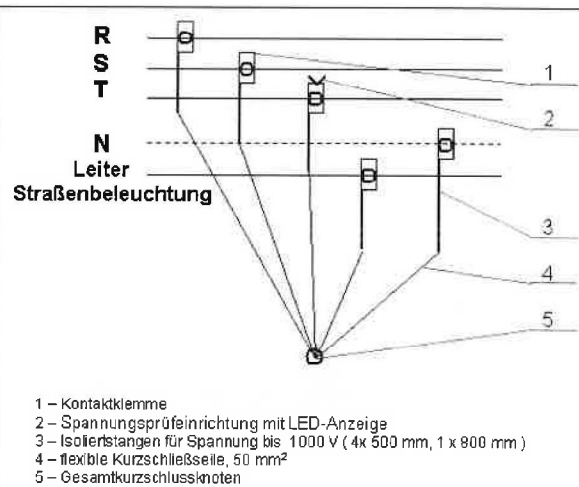

Abb. 3. Bauform der tragbaren Erdung für Freileitungen bis 1000 V.
– Die KurzschlieÙvorrichtung besteht aus 5 Leiteranschlussklemmen (1 – sieh. Abb. 3), aus 5 Isolierstangen (3) für Spannung bis 1000V, die daran starr angeschlossenen sind, und aus fünf damit verbundenen flexiblen Seilen (4) mit Querschnitt von 35 mm² (Cu) und Länge von 600 mm, die an einem gemeinsamen Punkt kurzgeschlossen sind (5). Die Isolierstangen müssen signalgelbe Farbe haben und die folgenden Längen aufweisen: 4 Stangen müssen 500mm lang sein und eine Isolierstange muss eine Länge von 800 mm aufweisen. Die Isolierstangen sollen aus Polyesterrohren sein, armiert mit Glasfasern, mit Durchmesser 20 mm, mit innerer elektrischer Leitung mit Querschnitt 35 mm² (Cu), als Verbindungselement zwischen den Kontaktklemmen und den flexiblen Seilen für Kurzschließen. Die Isolierstangen müssen mit isolierten Handgriffen, mit Schutzring und Rippung gegen Verrutschen sowie mit Schutzvorrichtung gegen Biegung an den Verbindungsstellen mit den flexiblen Seilen ausgerüstet sein. Jede Erdung ist mit einer zuverlässigen Kennzeichnung im Bereich des gemeinsamen Kurzschlusspunktes der flexiblen Seile zu versehen, worauf der Herstellername und das Herstellungsdatum deutlich sichtbar sind. Die Leiteranschlussklemmen müssen auf eine maximale Kurzschlussstromstärke von 23 kA ausgelegt sein und ein zuverlässiges Anklemmen an Leiterseilen (Cu, Al) mit Querschnitt von höchstens 120 mm² über ein gezähntes Kontaktelement ermöglichen. Die Klemme hat das Durchbrechen der äußeren Oxidschicht des Leiters zu ermöglichen, ohne ihn zu beschädigen. Auf den Seilen für mechanischen Schutz muss es einen durchsichtigen Mantel mit durchsichtiger Schutzvorrichtung gegen Biegung an den Verbindungsstellen geben.
– Die KurzschlieÙvorrichtung besteht aus 2 Leiteranschlussklemmen (1 – s. Abb. 3) mit 2 fest daran angeschlossenen Isolierstangen (2) für Spannung bis 1000 V und damit verbundenem flexiblem Seil (3) mit Querschnitt von 35 mm² (Cu) und Länge von 1200 mm. Die Isolierstangen müssen signalgelbe Farbe haben und die folgenden Längen aufweisen: 2 Stangen je 500 mm lang. Die Isolierstangen sollen aus Polyesterrohren sein, armiert mit Glasfasern, mit Durchmesser 20 mm, mit innerer elektrischer Leitung mit Querschnitt 35 mm² (Cu), als Verbindungselement zwischen den Kontaktklemmen und den flexiblen Seilen für Kurzschließen. Die Isolierstangen müssen mit isolierten Handgriffen, mit Schutzring und Rippung gegen Verrutschen sowie mit Schutzvorrichtung gegen Biegung an den Verbindungsstellen mit den flexiblen Seilen ausgerüstet sein. Jede Erdung ist mit einer zuverlässigen Kennzeichnung der flexiblen Seile zu versehen, worauf der Herstellername und das Herstellungsdatum deutlich sichtbar sind. Die Leiteranschlussklemmen sind für maximalen Kurzschlussstrom von 10 kA geeignet zu sein und einen zuverlässigen Anschluss durch verzahntes Kontaktelement an Leiter (Cu, Al) mit Querschnitt bis 120 mm² ermöglichen. Die Klemme hat das Durchbrechen der äußeren Oxidschicht des Leiters zu ermöglichen, ohne ihn zu beschädigen. Auf den Seilen für mechanischen Schutz muss es einen durchsichtigen Mantel mit durchsichtiger Schutzvorrichtung gegen Biegung an den Verbindungsstellen geben.